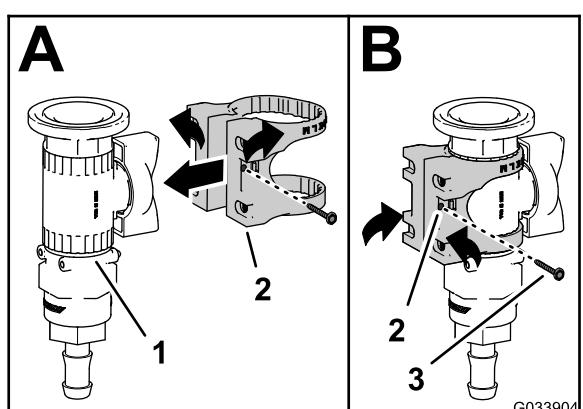

Bild 27
2. Befestigen Sie die Ventilbefestigung mit dem Bundbolzen (Nr. 6) am Regelventil und ziehen es mit der Hand an (B Bild 27).